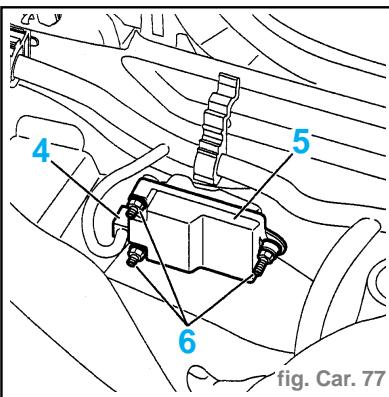

fig. Car. 77
- Débrancher le faisceau d'alimentation (4) du boîtier calculateur (fig. Car. 77).